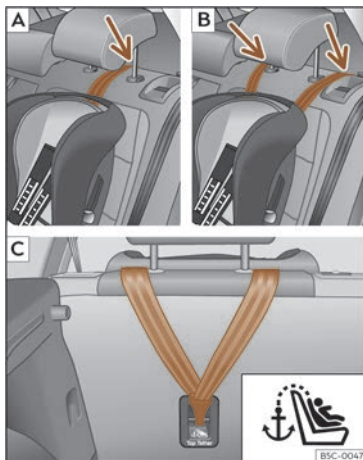
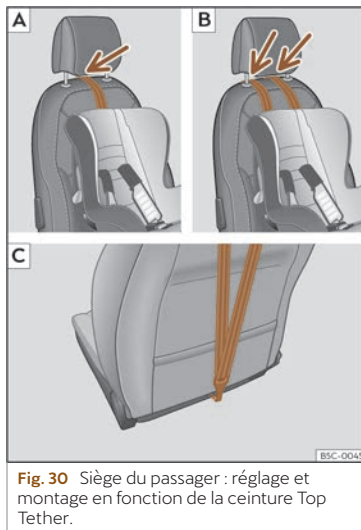

Fig. 29 Banquettes arrière : réglage et montage en fonction de la ceinture Top Tether.
Fig. 30 Siège du passager : réglage et montage en fonction de la ceinture Top Tether.
- Placez la courroie sous l'appuie-tête >>> **fig. 29 [A]/[B]**, >>> **fig. 30 [A]/[B]** (en fonction des instructions du siège, relevez ou retirez l'appuie-tête si nécessaire).
- Faites glisser la sangle et fixez-la correctement à l'aide de l'ancrage derrière le dossier >>> **fig. 29 [C]**, >>> **fig. 30 [C]**.